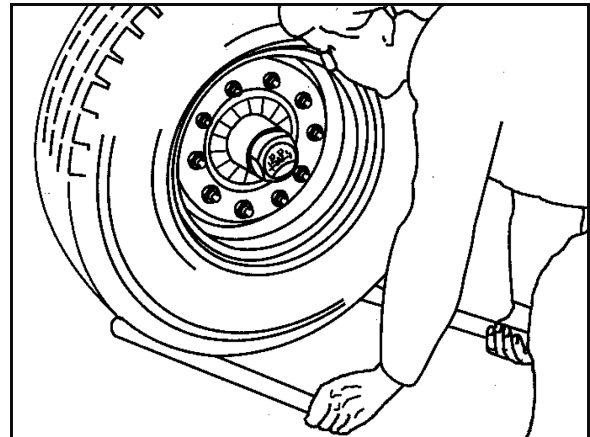

Fig. 62
1. Beide Abdeckbleche (Fig. 62/1) an der Innenseite der Bremsstrommel abschrauben.
Eingedrungener Schmutz kann sich auf den Bremsbelägen (Fig. 62/2) absetzen und dadurch die Bremsleistung wesentlich verschlechtern.
Zum Prüfen des Radnaben-Lagerspiels Achse anheben, bis die Reifen frei sind (Fig. 62). Bremse lösen. Hebel zwischen Reifen und Boden ansetzen und Spiel prüfen.